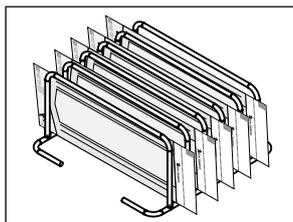
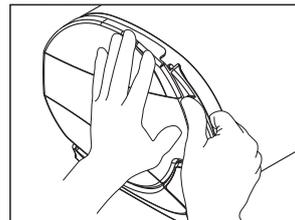

Fig. 12
Fig. 13
- b► Acomode até 5 envelopes no suporte de envelopes (Fig. 12) e posicione-o no interior da câmara (vaso de pressão), não exceda esta quantidade para não sobrecarregar a autoclave. Feche a porta da autoclave pressionando-a contra a câmara (vaso de pressão) e movendo o fecho para baixo até o final do curso, até que as barras dos adesivos indicativos de fechamento de porta estejam alinhadas (Figs. 13 e 14).